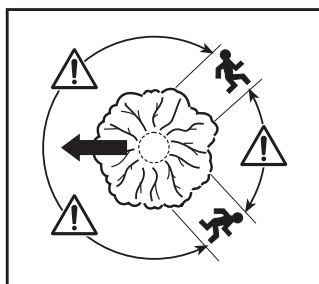

Fig. 29
3. Înainte de a începe tăierea, trebuie planificată și eliberată o cale de evacuare în caz de necesitate. Calea de evacuare trebuie să se extindă în spate și în diagonală spre spate în raport cu linia de cădere preconizată (Fig. 29).